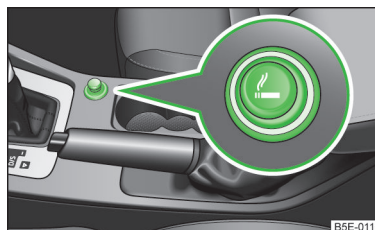

Fig. 62
- Apăsăți capul brichetei » fig. 62.